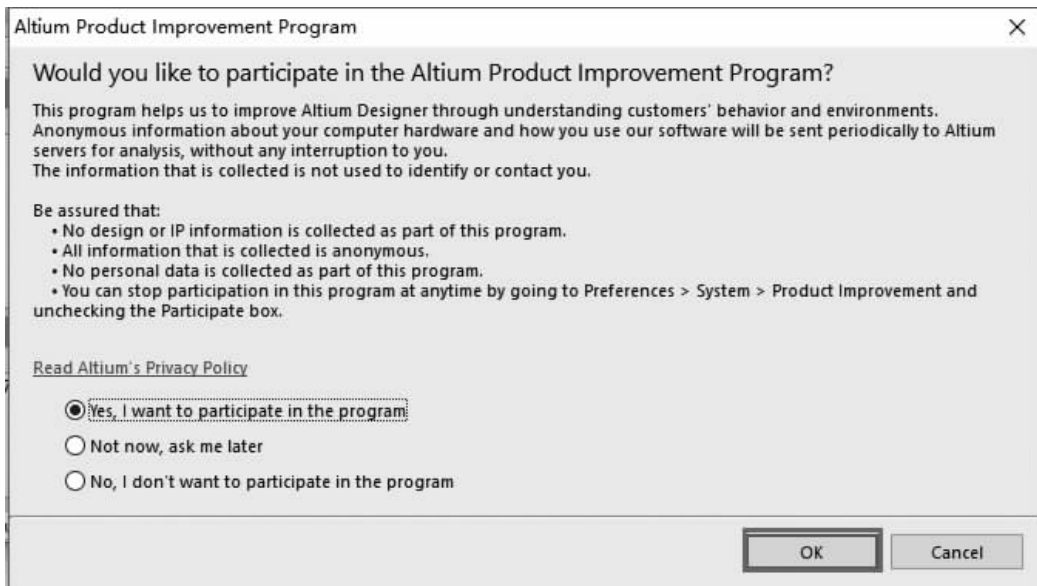

图 1-10 Altium Designer 16 软件的激活
(2)在如图 1-10 所示的“Altium Product Improvement Program”(Altium 软件激活程序)对话框中,选中“**Yes, I want to participate in the program**”(接受激活程序)单选按钮,单击“OK”按钮。